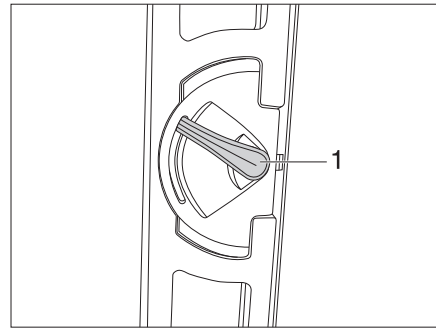

Fig. 21 Serrure de la porte cellule, à l'intérieur, verrouillée
- Appuyer sur la poignée de la porte (Fig. 21,1) d'env. 45° vers le haut et la laisser dans cette position.